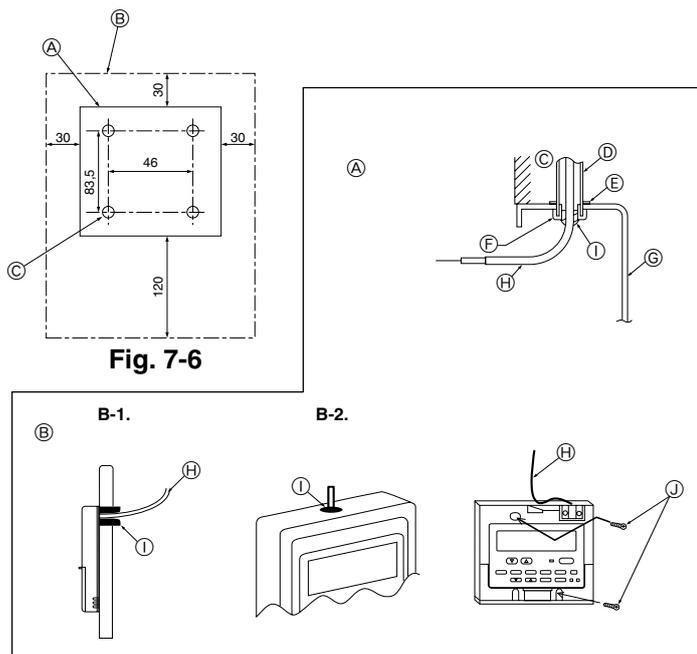

Fig. 7-7
- ① Perfil do controlo remoto
- ② Folgas exigidas à volta do controlo remoto
- ③ Ponto de instalação
- ② Vede a entrada de serviço do fio do controlo remoto com betume para evitar a invasão possível de gotas de condensação, água, baratas e vermes. (Fig. 7-7)
① Para instalação na caixa de distribuição:
- ② Para instalação directa na parede, seleccione uma das seguintes hipóteses: